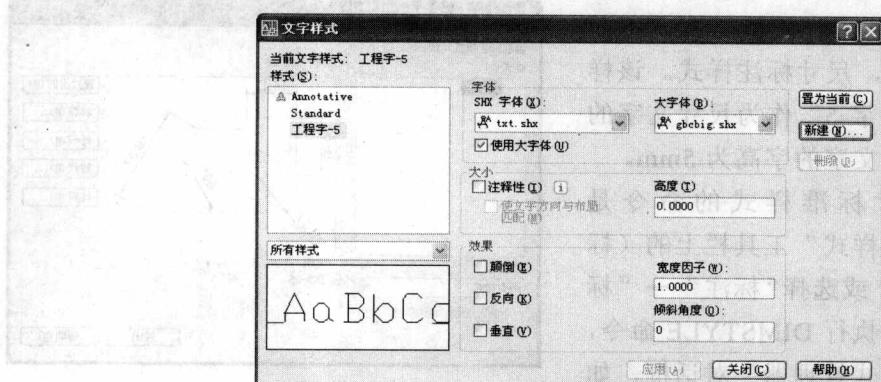
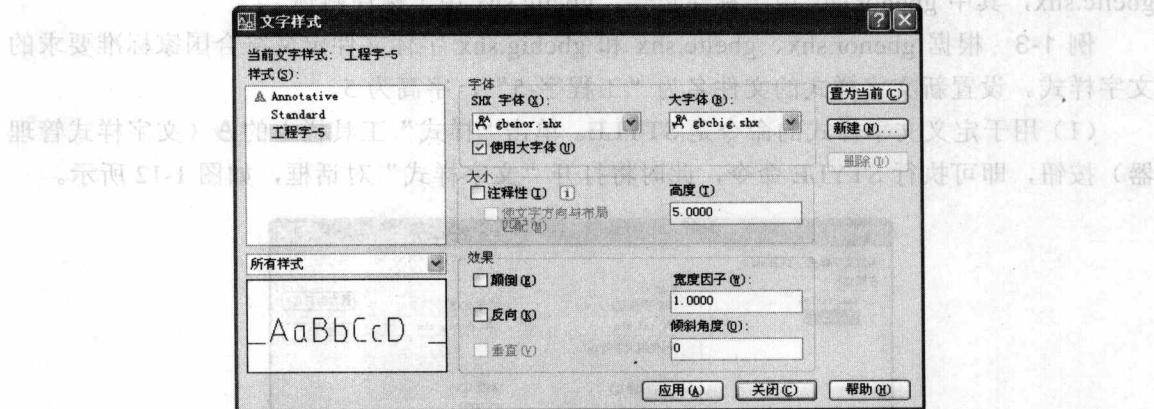

图 1-14 “文字样式”对话框
图 1-15 选择符合国家标准要求的字体文件
(3) 单击对话框中的“确定”按钮，返回到“文字样式”对话框，如图 1-14 所示。
(4) 在如图 1-14 所示的对话框中, 从“字体”选项组中的“SHX 字体”下拉列表框中选择 gbenor.shx (用于标注直体字母和数字。如果标注斜体字母与数字, 则应选择 gbeitc.shx) 选项; 在“大字体”下拉列表(大字体是亚洲国家使用的文字)中选择 gbcbig.shx 选项; 再在“高度”文本框中输入“5”, 如图 1-15 所示。